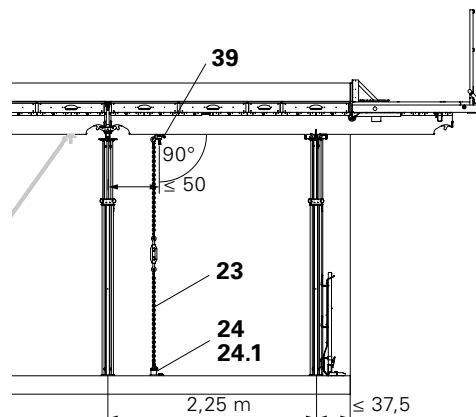

Fig. A8.01
Montar o olhal de tracção SAO (39) na viga principal. Distância máxima até ao prumo interior é de 50 cm. Travar utilizando a corrente de ancoragem (23), placa base (24) e parafuso de ancoragem (24.1). (Fig. A8.01)
Consola máxima da laje: 37,5 cm. (Fig. A8.01 + A8.02)